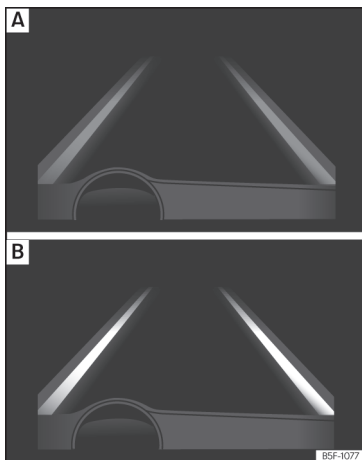

Abb. 267 Am Bildschirm des Kombi-Instruments: Anzeige am Bildschirm des Spurhalteassistenten (Beispiel 1).
- System aktiv, aber nicht verfügbar, da die Mindestgeschwindigkeit nicht erreicht ist oder das System die Begrenzungslinien der Fahrspur nicht erkennt » **Abb. 267 A**.
genblick wird die Fahrtrichtung nicht korrigiert » **Abb. 267 B**.